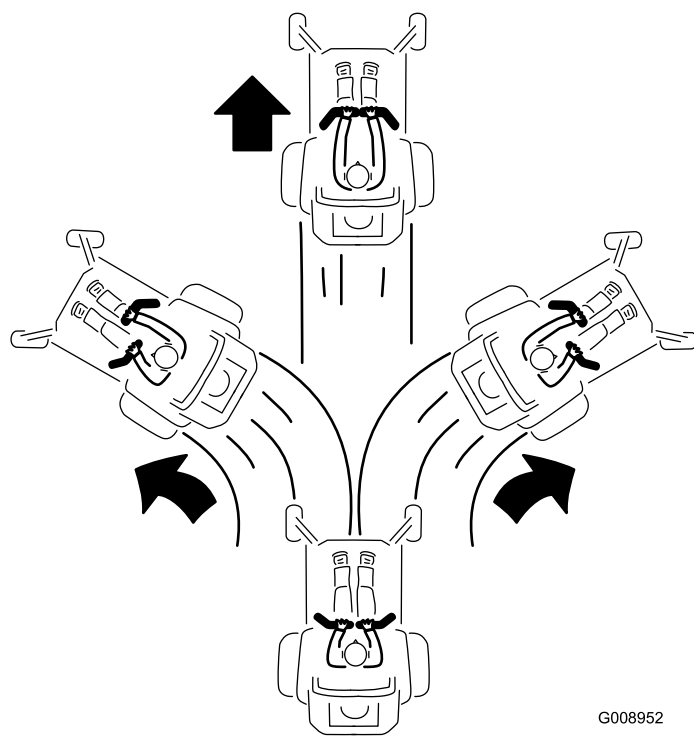

Figura 24
3. Per fare marcia avanti spingete lentamente in avanti le leve di controllo del movimento (Figura 24).